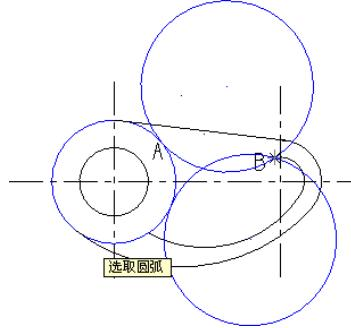
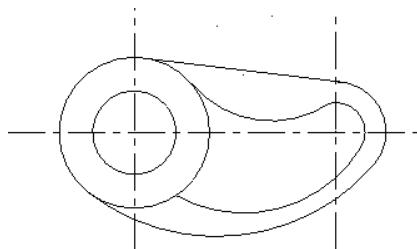

图 3-99 生成 4 段相切圆弧
图3-100 经过一点方式创建相切圆弧
- 05 绘图区显示出 4 段相切圆弧, 如图 3-99 所示, 单击需要保留的那段圆弧, 再单击“确定”按钮  , 即可完成相切圆弧的绘制, 结果如图 3-100 所示。